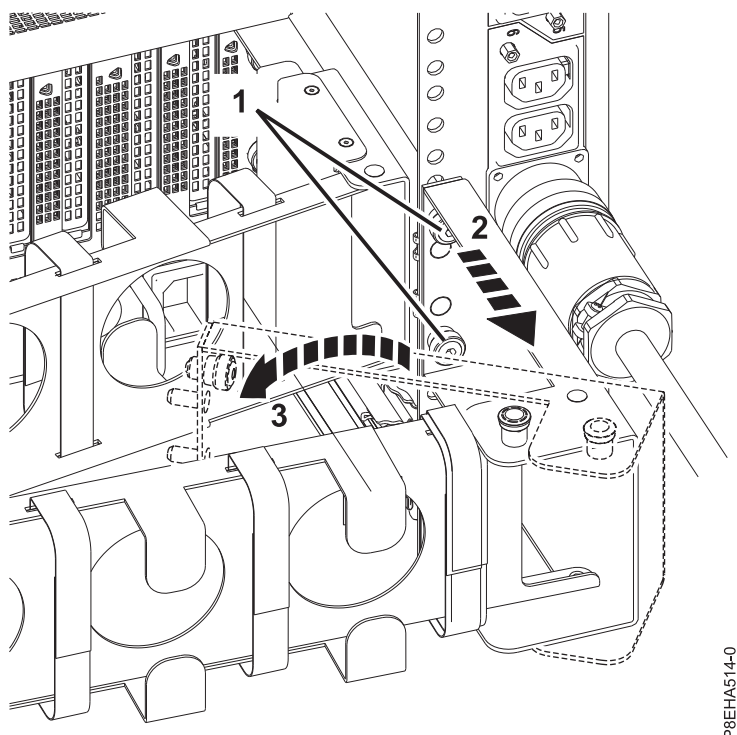

Figura 23. Etapas para fornecer liberação do cabo de linha em um sistema totalmente preenchido
- b. A partir da parte traseira do rack, afrouxe (mas não remova) os parafusos de cabeça (1). Consulte Figura 23 na página 30.
- c. Puxe o suporte para organização de cabos em sua direção (2). Consulte Figura 23 na página 30.
- d. Gire o suporte para organização de cabos para liberação (3). Consulte Figura 23 na página 30.